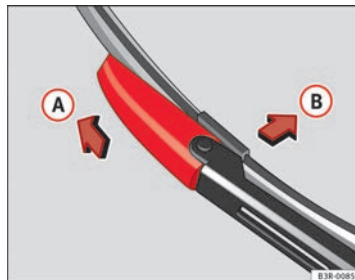

Fig. 184 Extraer la escobilla
- Desplace el elemento de bloqueo de la escobilla en la dirección de la flecha → fig. 184 A. Aguante al mismo tiempo la escobilla.